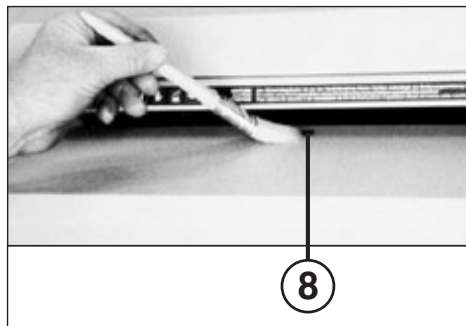

Fig. 5
### FOTOCELLEN SCHOONMAKEN (8) (Fig. 5):